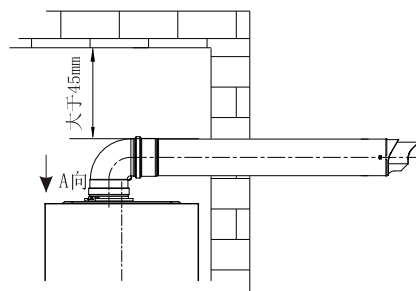

图3.6a
(1) 同轴烟道的安装要严格按照CJJ12-99及其它相关标准操作，烟道出口位置与周围建筑物开口的距离选择也要符合其标准要求，如图3.6a所示。
(2) 为防止同轴烟道上的排气孔和进气孔被堵塞，应将同轴烟道伸出墙外。
(3) 同轴烟道安装接触或穿过房屋墙壁的管道时，相对环境的表面温升应小于等于60K，当该温升超过60K时，应在同轴烟道通过易燃材料组成的墙体时；必须覆盖厚度在20mm以上的不燃耐高温材料围护，确保墙体表面温升小于等于60K。
(4) 同轴烟道与其穿过的墙壁上的圆孔之间的间隙，不得用水泥类东西填充，请使用随机附件的烟道法兰密封，否则不利于维修操作。
(5) 同轴烟道的外表面应与上面的建筑物相距45mm以上。
(6) 若使用加长管，所有的接口处必须密封，不得使废气漏入室内。
(7) 烟道口位置必须位于不会造成公害的地方。